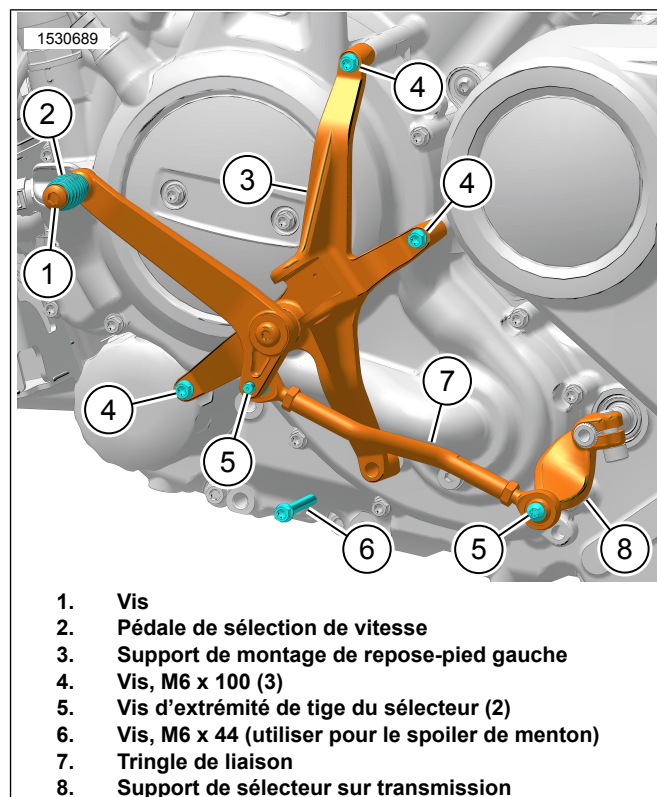

Figure 7. Support de montage de repose-pied gauche
1. Voir la figure 7. Installer le support de montage de repose-pied gauche (3).
- a. Positionner le support de montage (3) sur le collecteur de liquide de refroidissement où les vis ont précédemment enlevées.
2. Poser les vis (4). Serrer.
- a. Voir la figure 7. Utiliser la vis (6) pour compléter la procédure.